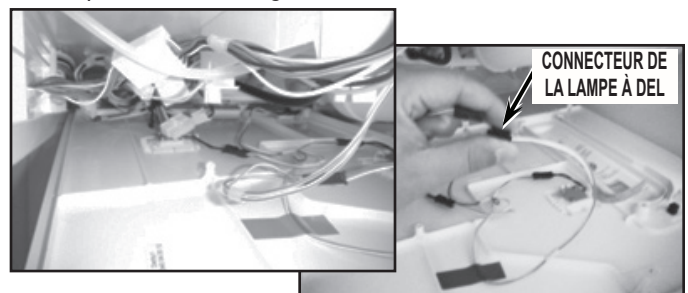

FIGURE 8
10. Pour la dépose du couvercle du réservoir d'eau, faire glisser le couvercle complètement vers l'avant et débrancher le connecteur de la lampe à DEL. Conserver les pièces déposées. Voir la *Figure 8*.